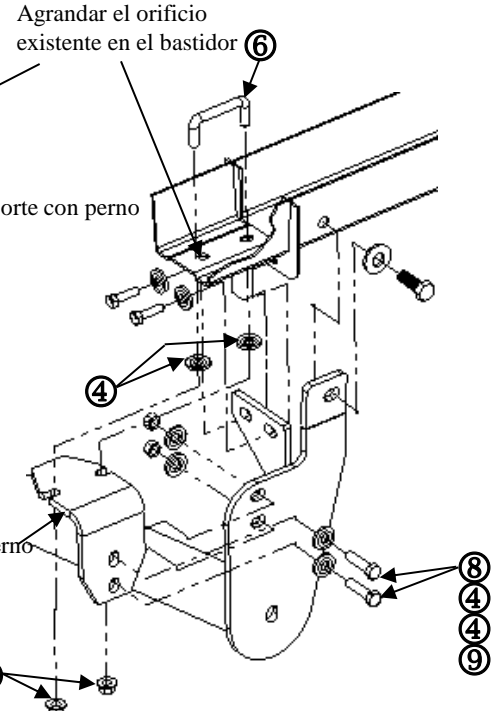

Figura 6
10. Instale el perno en el soporte como se muestra en la **figura 6** con los tornillos restantes que se muestran en las figuras.